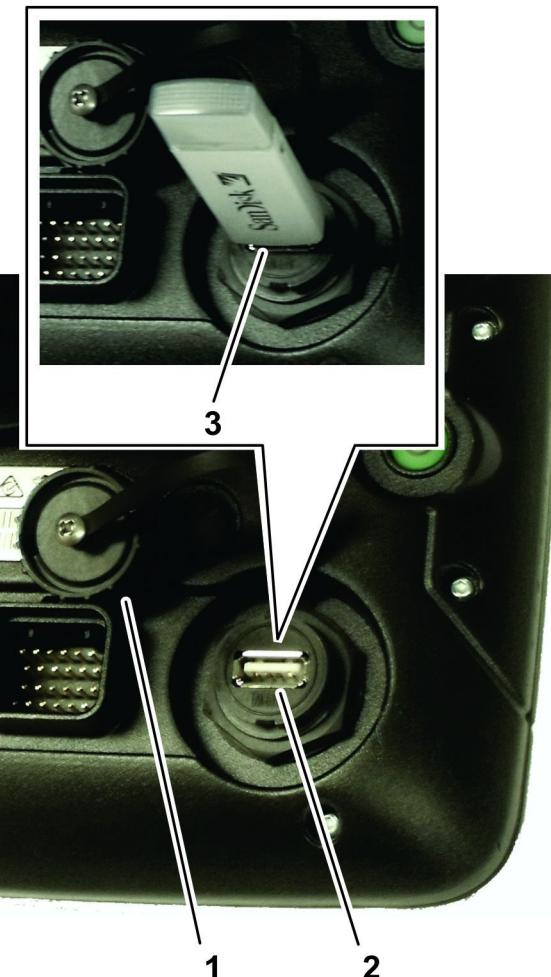

図 88
1. 電源ボタンの下にある USB ポートのキャップを外す図 88。
2. USB ソケットに USB 記憶装置を入れる図 88。